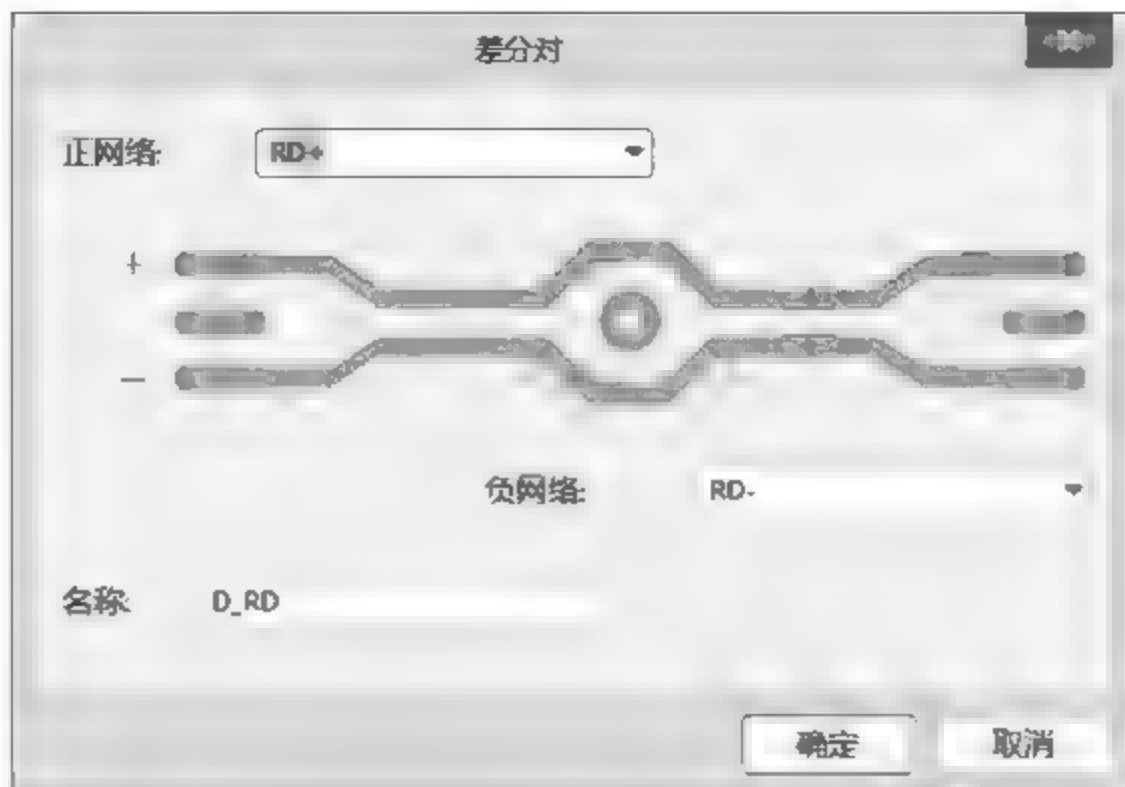

图 5-43 “差分对”对话框
(2) 单击“添加”按钮,在弹出的“差分对”对话框中选择差分对的正网络和负网络,并定义该差分对的名称,如图 5-43 所示。
(3) 完成 PCB 编辑环境下的差分对设置后,在 PCB 编辑区中差分对将呈现为灰色,说明处于筛选状态。